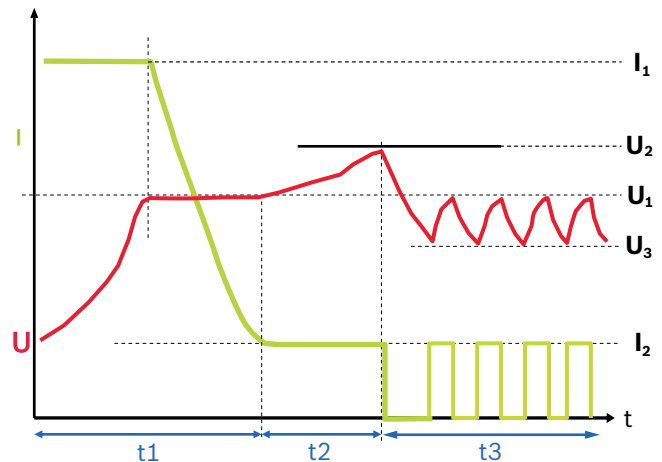

Рис. 4: Графическая характеристика зарядки
1. Ход зарядки (см. графическую характеристику зарядки, рис. 4)